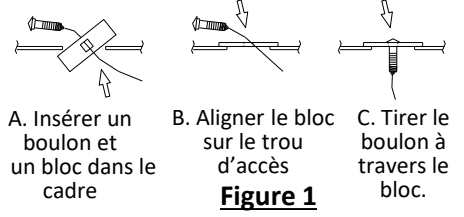

Figure 4
- Install Hitch** - Raise hitch into position, over the exhaust, and feed the pull wires through bracket slots. Remove pull wires and loosely install conical washers ③, hex nuts ④ to the hitch. Loosely install carriage bolt ⑤, spacer ⑥, conical washer ⑦, hex nut ⑧ through hook bracket of hitch and vehicle tow hook, **see Figure 4 & 5.** **⚠ Proper torque is needed to keep the hitch secure to the vehicle when towing.**
- Reinstall (4) rivets on bottom of fascia and return (1) rivet to owner and reinstall the muffler hanger to move the muffler back into position.
6. Install Hitch - Raise hitch into position, over the exhaust, and feed the pull wires through bracket slots. Remove pull wires and loosely install conical washers (3), hex nuts (4) to the hitch. Loosely install carriage bolt (5), spacer (6), conical washer (7), hex nut (8) through hook bracket of hitch and vehicle tow hook, see Figure 4 & 5.
- 6. Installer l'attelage** - Soulever l'attelage en position, au-dessus de l'échappement, et acheminer les fils de tirage à travers les fentes du support. Retirer les fils de tirage et poser lâchement des rondelles coniques ③ et des écrous hexagonaux ④ sur l'attelage. Installer lâchement boulon de carrosserie ⑤, espaceur ⑥, rondelle conique ⑦, écrou hexagonal ⑧ à travers le support du crochet de l'attelage et le crochet de l'attelage, voir Figures 4 et 5.
- 8.** Réinstaller quatre (4) rivets dans le bas du carénage et remettre un (1) rivet au propriétaire et réinstaller le support de silencieux pour remettre le silencieux dans sa position.
6. Installer l'attelage - Soulever l'attelage en position, au-dessus de l'échappement, et acheminer les fils de tirage à travers les fentes du support. Retirer les fils de tirage et poser lâchement des rondelles coniques (3) et des écrous hexagonaux (4) sur l'attelage. Installer lâchement boulon de carrosserie (5), espaceur (6), rondelle conique (7), écrou hexagonal (8) à travers le support du crochet de l'attelage et le crochet de l'attelage, voir Figures 4 et 5.